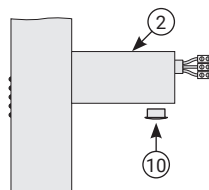

Рис.3
- 4.2.2. При подключении через скрытую проводку необходимо отсоединить витой кабель от клеммной колодки (см. рис. 3 «9»).
- 4.2.3. Установить круглую заглушку на нижней стороне коробки скрытого подключения вместо заглушки с отверстием (см. рис. 3 «10»).